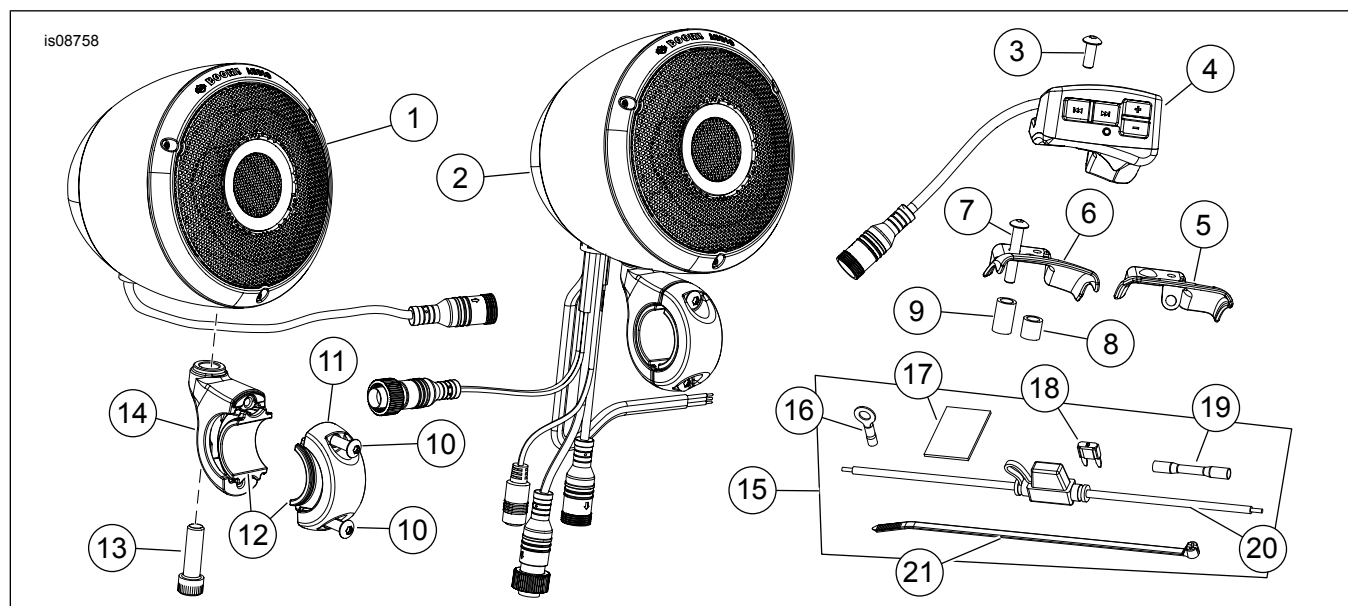

Figura 7. Peças de reposição, Kit do alto-falante montado no guidom
- Veja Figura 7. A nacela do alto-falante (2) com **cinco** suportes de conectores elétricos no lado do **freio** do guidom. A nacela do alto-falante (1) com **um** suporte de conector elétrico (1) no lado da **embreagem**.
1. Veja Figura 7. Coloque os alto-falantes nos locais determinados anteriormente. Alguns modelos podem exigir o reposicionamento do cabo da embreagem. Coloque algumas gotas de Loctite azul em todos os parafusos do prendedor (10 e 13). Fixe os alto-falantes no guidom usando os prendedores (14 e 11) e os parafusos (10). Aperte o parafuso (10) com torque de 4,5-6,8 Nm (40-60 lbs pol.). Aperte o parafuso (13) com torque de 20-27 Nm (180-240 lbs pol.).